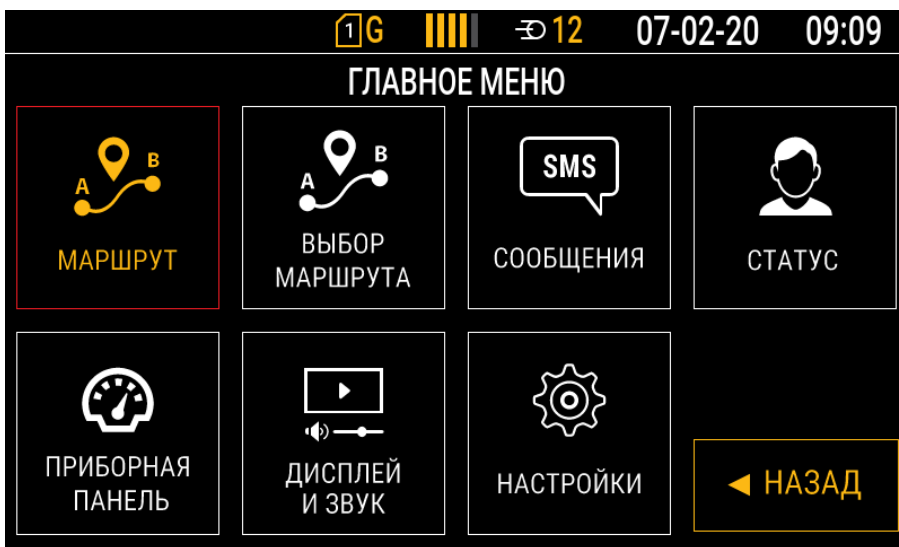

Рис.107. Выбор маршрута
- Для начала работы выбрать раздел «МАРШРУТ» (Рис.107).